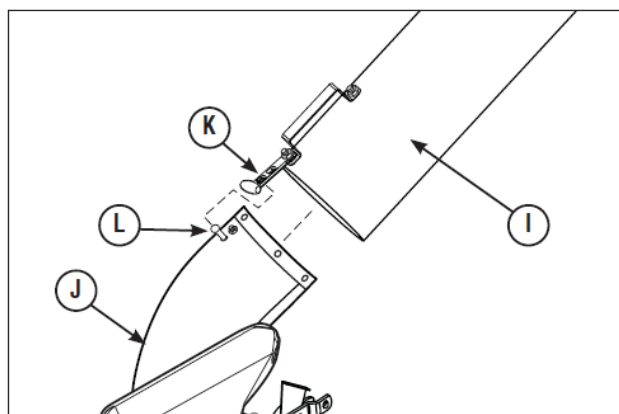

図 18
4. 透明チューブ（図 18 の I）を集草用排出口カバー（J）に差し込んでください。ストラップ（K）の穴をピン（L）に引っ掛けてください。